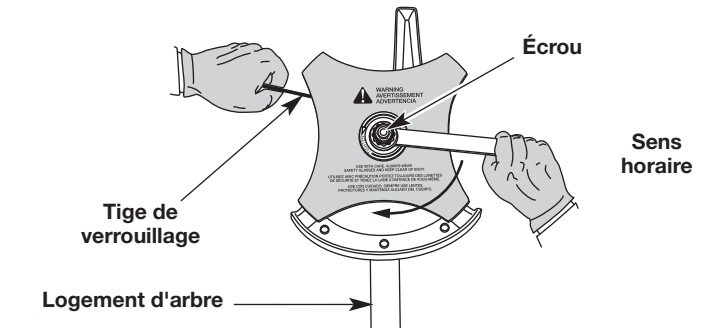

Fig. 22
2. Tout en maintenant la tige de verrouillage en place, desserrez l'écrou en le tournant dans le sens horaire avec une clé plate ou une clé à douille de 13 mm (Fig. 22).